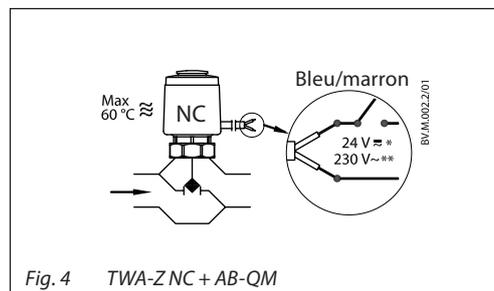

Fig. 4 TWA-Z NC + AB-QM
- en état non excité, la vanne est fermée (fig.4)